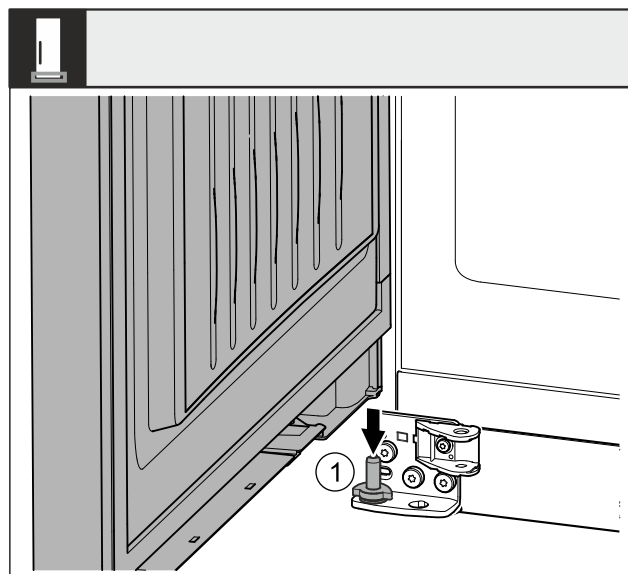

Fig. 37
- ▶ Tür von oben auf den unteren Lagerbolzen Fig. 37 (1) aufsetzen.